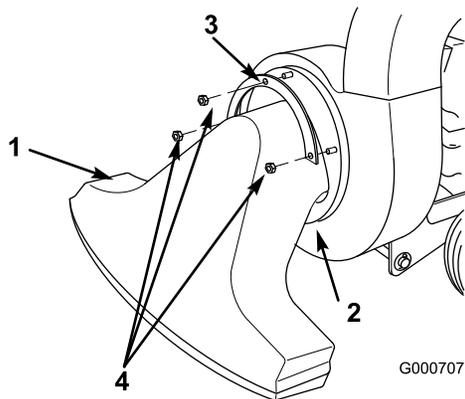

Figure 20
- Retirez les contre-écrous, les rondelles et la bride de retenue qui maintiennent la buse d'aspiration, puis déposez la buse (Figure 20).